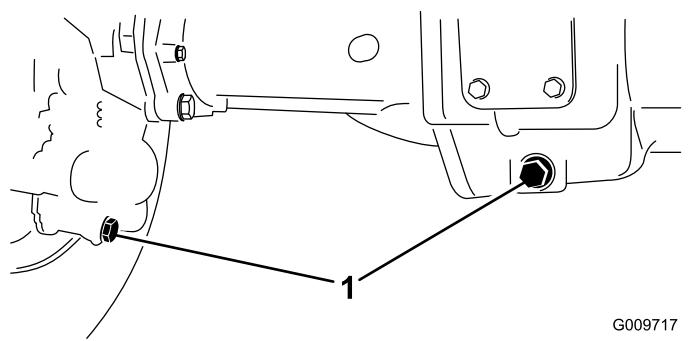

Рисунок 97
2. Очистите область вокруг 3 сливных пробок, по одной на каждом конце и одной в центре (Рисунок 97).